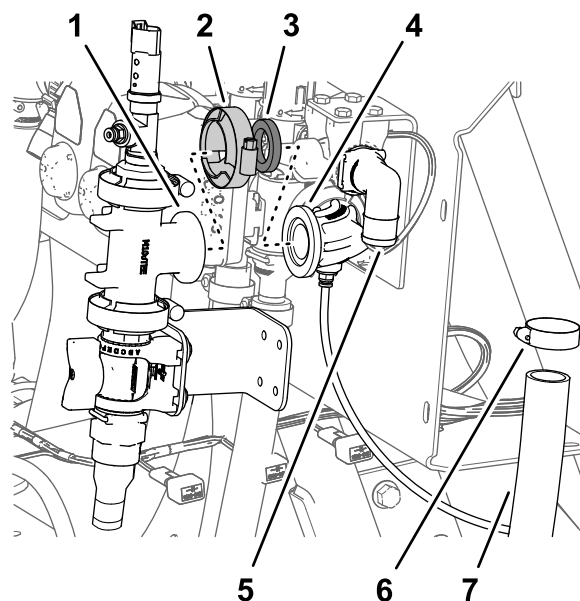

図 44
1. ガasketとフランジクランプで、T字フィッティングと 90° フィッティングを仮止めする 図 44。